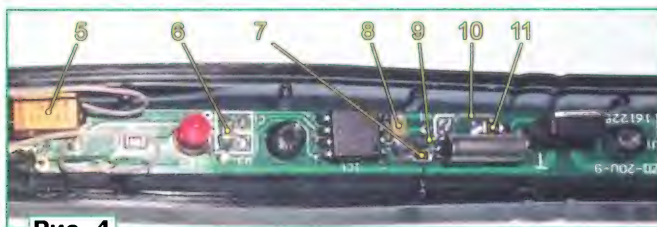

Рис. 4
Удалите проводник, соединяющий контактную площадку вывода 4 с цепью +5 В, и соедините её с общим проводом. Для этого перережьте и удалите печатный проводник между контактной площадкой для катода удалённого диода D1 и переходным отверстием, как показано на рис. 4 (10). Затем установите проволочную перемычку (9) между контактной площадкой для катода диода D1 и выводом вибродатчика SV, соединённым с общим проводом.